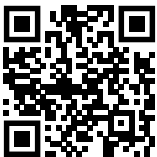

Fig. 128
- ▶ Откройте Liebherr SmartMonitoring Dashboard. (см. Fig. 128)